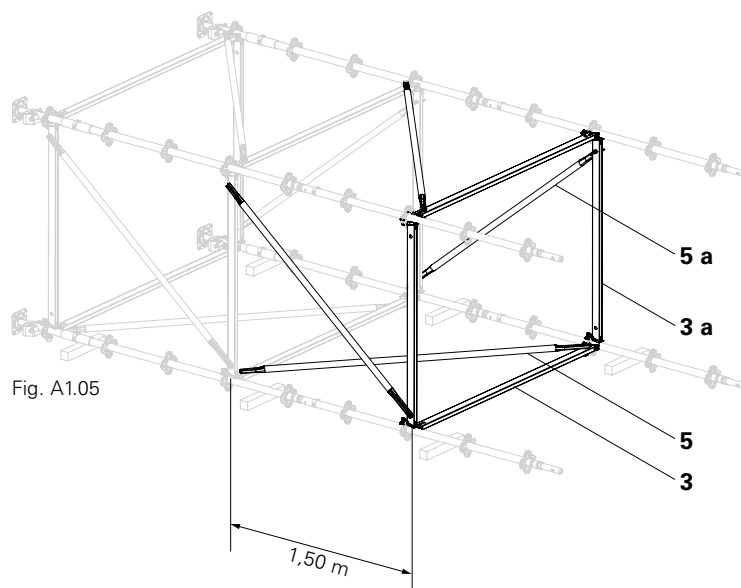

Fig. A1.05
- Montare il diagonale verticale sottostante (5) dall'interno.
- Montare il resto dei diagonali verticali dall'esterno. (Fig. A1.05)